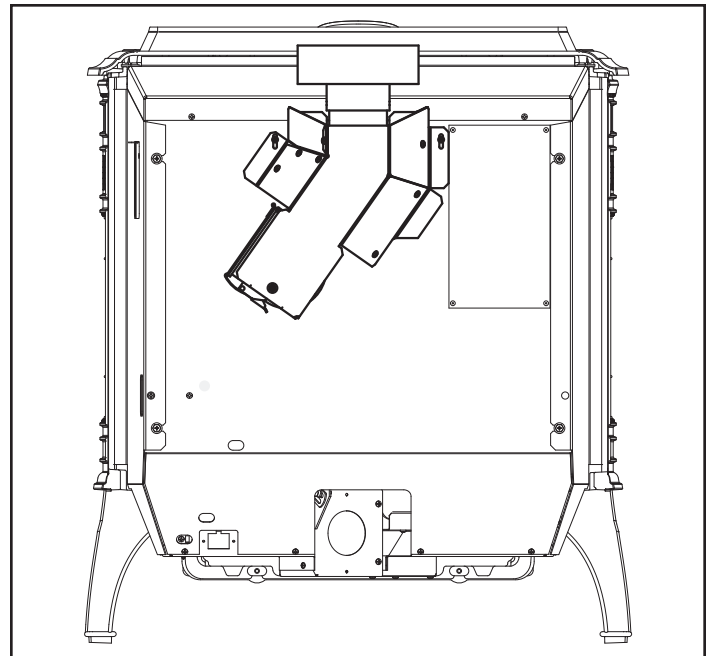

Figure 21.2
3. Alignez la fente à la gauche de l'adaptateur avec le trou à l'arrière de l'appareil et fixez le tout avec la vis. Vous pouvez percer le trou avec la mèche no 26 fournie, mais seulement si nécessaire (**Figure 21.2**).
7. Pour nettoyer l'adaptateur pour ventilation par le haut, ouvrez le couvercle de nettoyage et éliminez toute accumulation de débris (**Figure 21.2**).